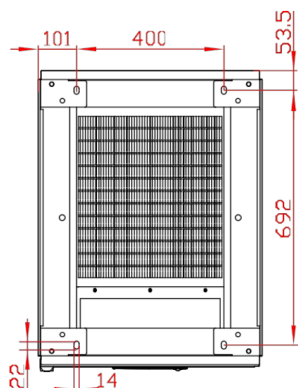
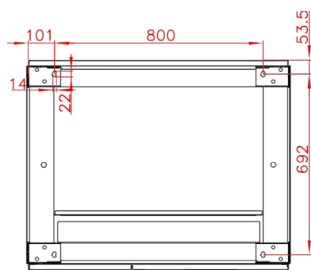

Figura 3-10 Dimensiones de montaje del soporte del UPS serie UPS-IND 1300 R1(10K-80K)
Figura 3-11 Dimensiones de montaje del soporte del UPS serie UPS-IND 1300 R1(100K-200K)
Paso 2: Taladre agujeros ,5 mm en el suelo con un taladro de impacto de acuerdo con las dimensiones de montaje del soporte del UPS. La Figura 3-10 y la Figura 3-11 muestran las dimensiones montaje del soporte del UPS.